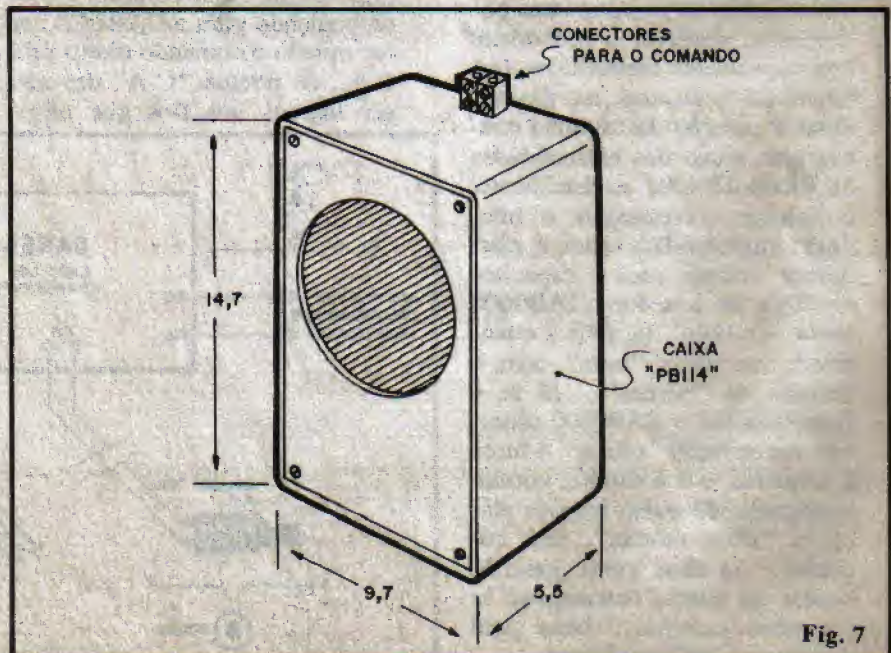

Fig. 7
**FIG. 7 - A CAIXA** - Embora qualquer **container** de dimensões compatíveis possa ser facilmente adaptado para o "encaixamento" do circuito, o modelo PB114 da "Patola" presta-se muito bem para a função, conforme sugere a figura, desde que o montador tenha optado por um alto-falante de, no máximo, 3" de diâmetro (7,5 cm.). Obviamente, alto-falantes maiores obrigam o uso de caixas também de dimensões mais avantajadas. Um único par de conectores parafusados, acessíveis externamente à caixa, servirá como ponto de conexão para o comando (seja ele via C.A. ou via **push-button** independente, conforme a escolha...). Tudo pronto, conferido, "encaixado" e instalado, é só colocar as pilhas no suporte e... badalar a CARECA... Apenas depois de muitos meses de funcionamento (até cerca de 1 ano, com pilhas alcalinas...) o som se mostrará "rouco" ou instável... Basta substituir as pilhas para mais um longo período de serviços!